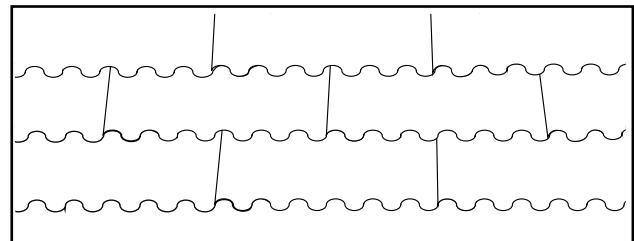

Bild 2: Englische Verlegung
- Bei der englischen Verlegung (Bild 2, 1/2 Platte Versatz) wird eine Dachneigung von 10° empfohlen. Ab 10° macht sich der Selbstreinigungseffekt bemerkbar.